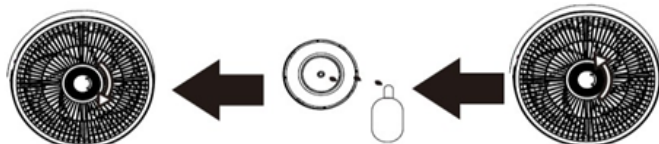

Fig. 1
1. Tournez le capuchon du porte-arôme au centre dans le sens inverse des aiguilles d'une montre pour le retirer. (Fig. 1)